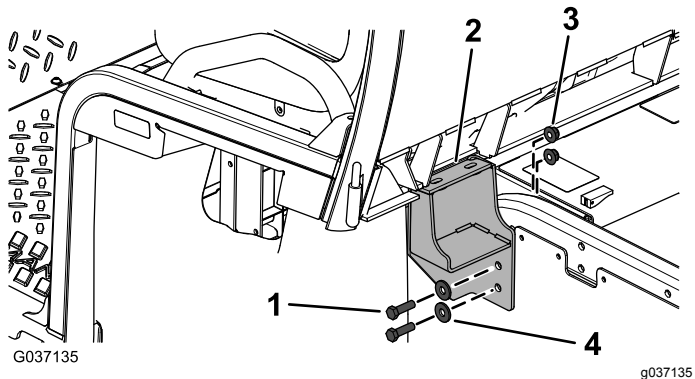

**Figura 6**
8. Utilizando os novos suportes da placa do piso como guia, faça três furos (9,5 mm de diâmetro) em cada placa do piso (Figura 6).
**Importante:** Faça apenas os dois furos frontais nos novos suportes da placa do piso e o furo traseiro mais afastado, como se mostra na Figura 6.